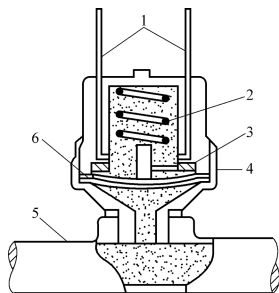

图 4-179 低压开关
(1) 结构及安装位置 低压保护开关的结构如图 4-179 所示,通常用**螺纹接头直接安装在系统管路高压侧**。
(2) 工作原理